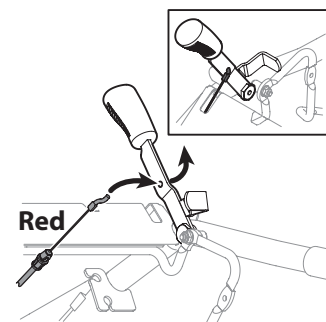

Figure 5
1. Déballez soigneusement le câble d'embrayage arrière (rouge) de la position de transport et faites-le passer sur le côté droit du guidon. Placez le câble de sorte qu'il soit sur la fente du guidon, devant le levier de marche arrière. Voir Figure 5.
2. Insérez le raccord en Z dans la fente de la plaque, à partir du côté intérieur du guidon. Voir l'encadré de la Figure 5.